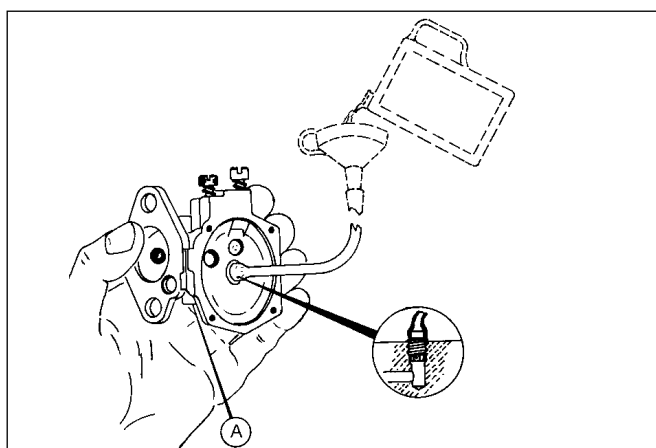

Abb. 11
- Bauen Sie den Nadelventilsitz (Abb. 11) wieder ein. Füllen Sie Kraftstoff mit Hilfe eines Plastischlauches ein und Vergewissern Sie sich, daß der Kraftstoff nicht aus dem Ventil herausläuft (Abb. 11, A), sondern beim Hochdrücken der inneren Scheibe um das Ventil herumströmt.